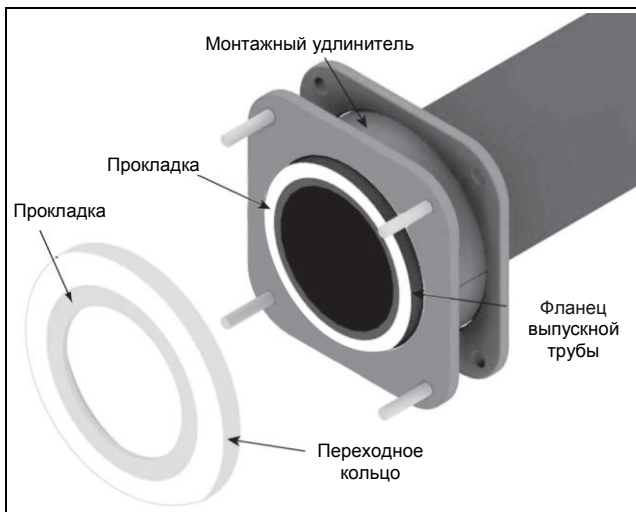

Рис. 3.6
5. Установите прокладку на переходное кольцо. См. Рис. 3.6.